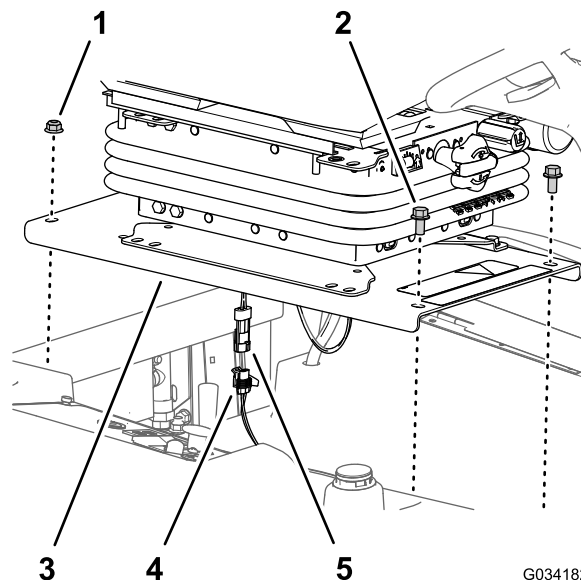

Figura 35
1. Retire os dois parafusos de cabeça flangeada ($\frac{3}{8}$ pol. x $\frac{3}{4}$ pol.) que prendem a frente da placa do banco ao chassis da máquina (Figura 35).
2. Retire as duas porcas de bloqueio flangeadas ($\frac{3}{8}$ pol.) que prendem a parte de trás da placa do banco ao chassis da máquina (Figura 35).
4. Desligue o conector de dois pinos da cablagem do interruptor de presença do operador do conector de duas tomadas da cablagem da máquina (Figura 35).
2. Ligue o conector de dois pinos da cablagem do interruptor de presença do operador no conector de duas tomadas da cablagem da máquina, consulte Figura 35.
3. Alinhe os orifícios traseiros na placa do banco (Figura 35) com os dois parafusos de carroçaria ($\frac{3}{8}$ pol. x 1 pol.) no canal do radiador.
4. Monte a placa do banco (Figura 35) nos parafusos de carroçaria com as duas porcas de bloqueio flangeadas ($\frac{3}{8}$ pol.) que removeu no
5. Alinhe os orifícios frontais na placa do banco (Figura 35) com as roscas das barras do depósito.
6. Monte a placa do banco (Figura 35) nas barras de depósito com os dois parafusos de cabeça flangeada ($\frac{3}{8}$ pol. x $\frac{3}{4}$ pol.) que removeu no passo 1 de Retirar o banco e a placa do banco \(página 41\).